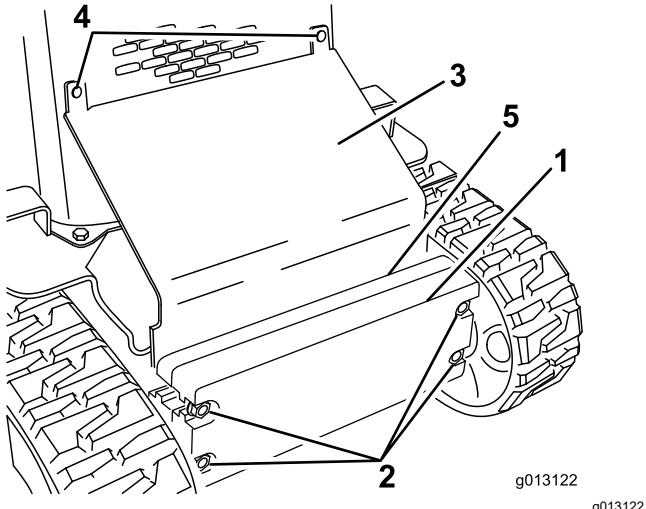

Figure 31
- Desserrez les boulons de fixation des masses (Figure 31).
- Enlevez les boulons de carrosserie et les écrous de fixation de la plaque inclinée (Figure 31).
10. Glissez la plaque inclinée entre le cadre et les masses, et fixez-la au panneau avant à l'aide des boulons de carrosserie et des écrous retirés précédemment (Figure 31).
11. Serrez les boulons de fixation des masses avant (Figure 31).